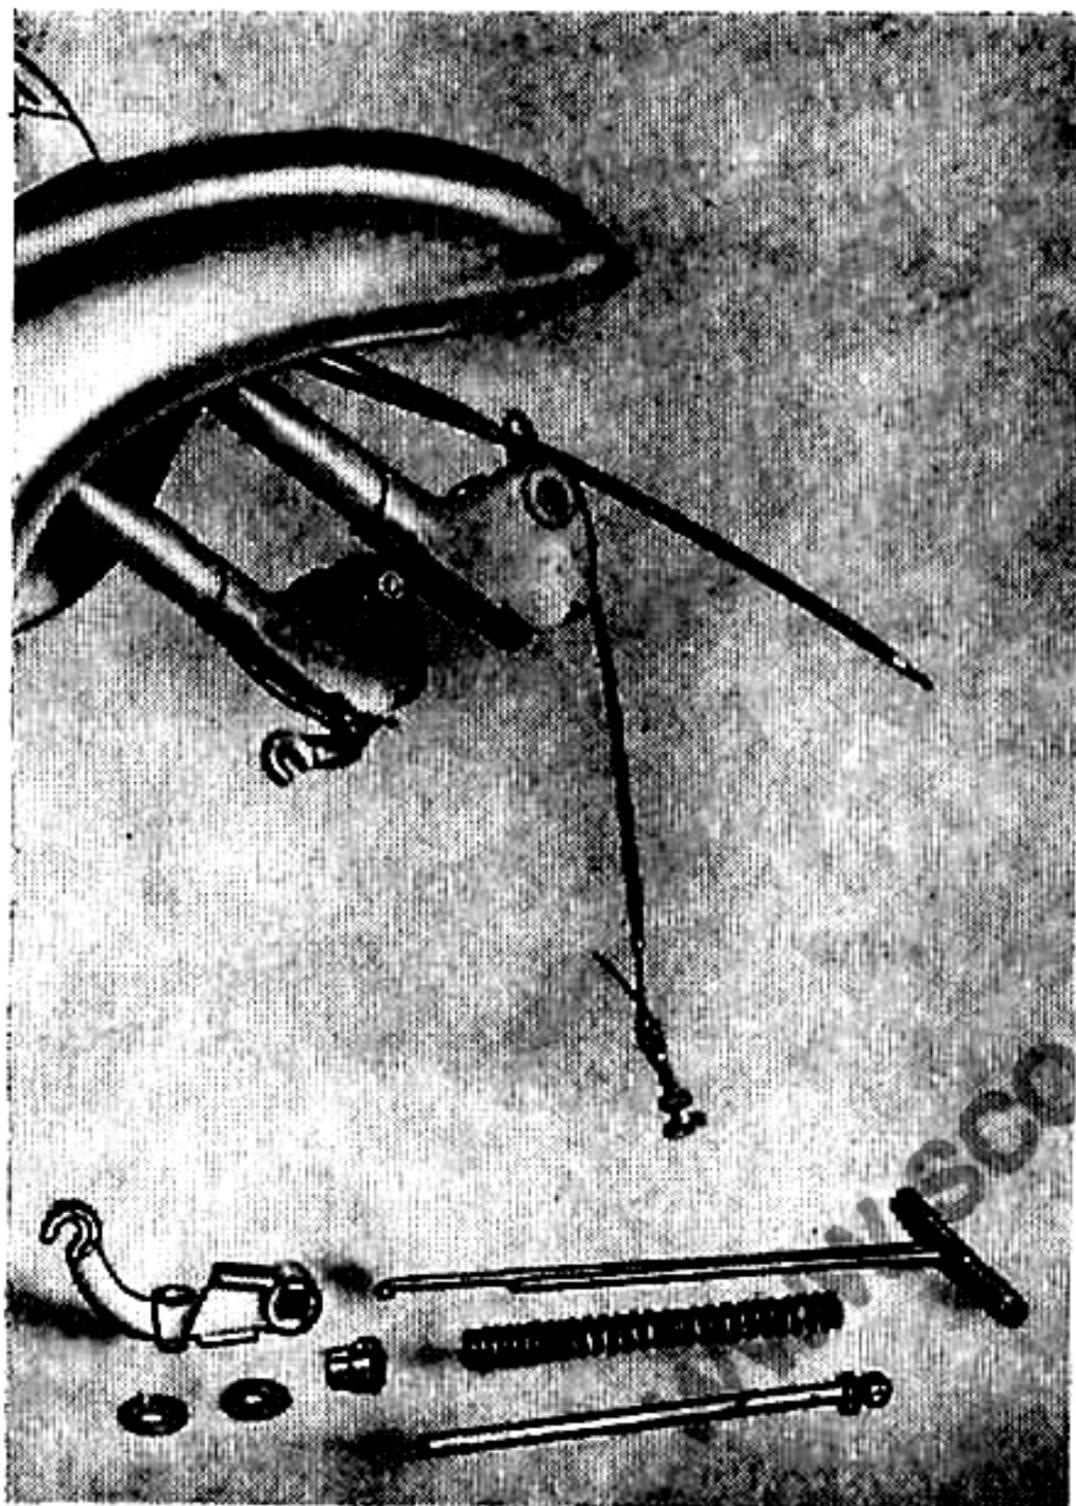

Fig. 39
- 61** Sfilare l'asta di guida, la molla e la ghiera di guida dell'asta aiutandosi per quest'ultima con un adatto ferro ad uncino. Vedi fig. 39.